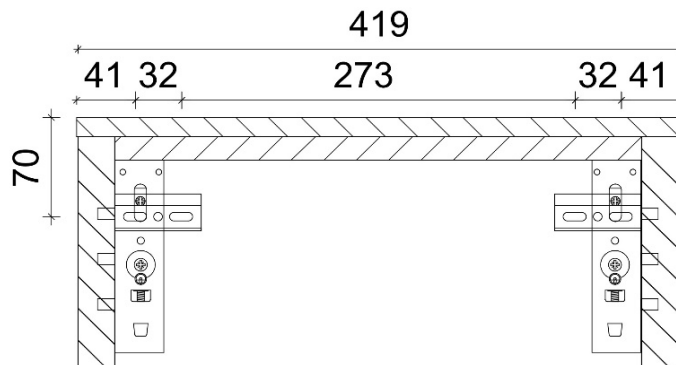

### Abb. 1
1. Bohrmaße für Aufhängeschienen Abb. 1 an Zimmerwand übertragen.